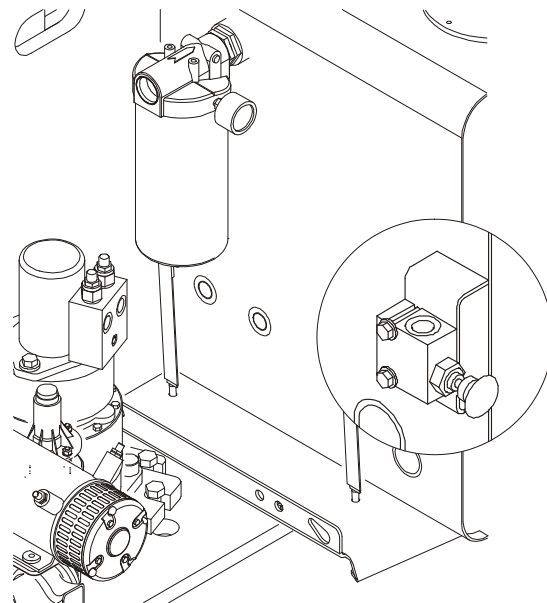

Figura 4-7. Válvula de nivelación
3. Tirar de la perilla roja de nivelación ubicada junto a la válvula de control principal y mantenerla en esa posición. Consultar la Figura 4-7.